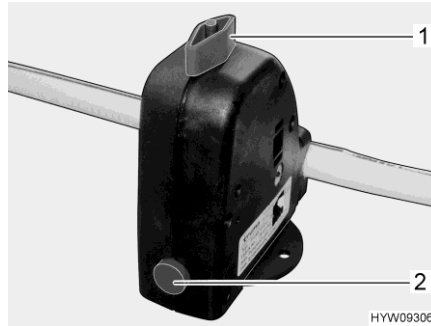

Bild 109 Sicherheits-/Ablassventil (Boiler)
Der Boiler ist mit einem Sicherheits-/Ablassventil (Bild 109) ausgestattet. Das Sicherheits-/Ablassventil verhindert, dass das Wasser im Boiler einfriert, wenn bei Frost die Heizung nicht eingeschaltet ist.
- Sicherheits-/Ablassventil schließen. Dazu den Drehknopf (Bild 109,1) quer zum Sicherheits-/Ablassventil drehen und den Druckknopf (Bild 109,2) hineindrücken.
- Sicherheits-/Ablassventil öffnen. Dazu den Drehknopf (Bild 109,1) längs zum Sicherheits-/Ablassventil drehen. Der Druckknopf (Bild 109,2) springt heraus. Der Boiler wird über das Sicherheits-/Ablassventil nach außen entleert.